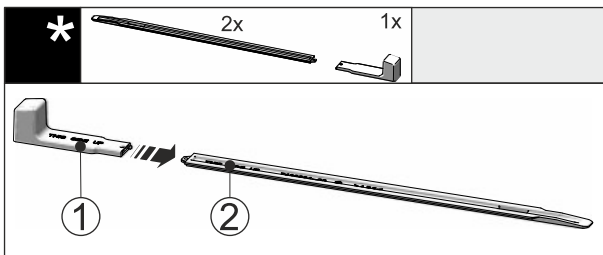

Fig. 47
▶ Dugja rá a szerelőfogantyút Fig. 47 (1) a szintezősínre Fig. 47 (2).